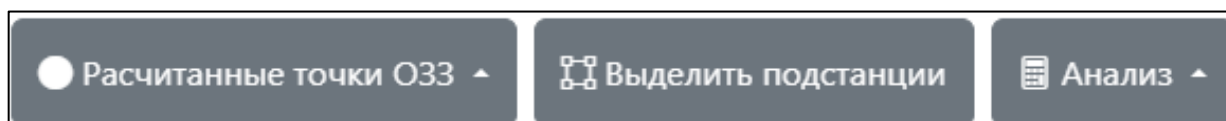

Рисунок 3.13 – Нижнее меню ПО «OZZ PRESENTER»
3.2.3.2 Нижнее меню позволяет посмотреть определенные ранее точки возникновения ОЗЗ, настроить параметры анализа, выделить подстанции для анализа и провести непосредственно анализ. Внешний вид верхнего меню показан на Рисунок 3.13.